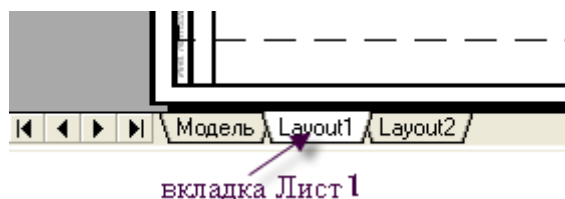
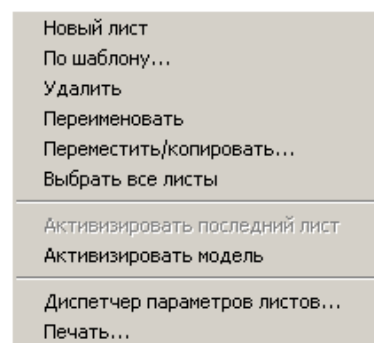
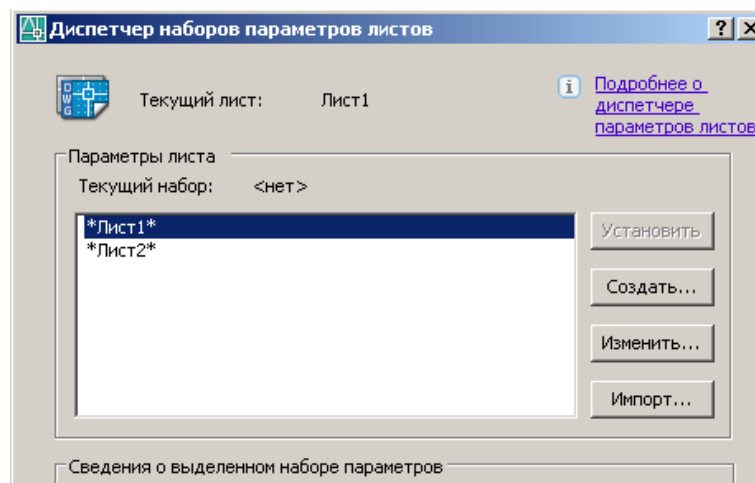

Рис. 3.17. Установка пространства листа
Рис. 3.18. Контекстное меню вкладки **Лист**
Рис.3.19. Диалоговое окно Диспетчер наборов параметров листов
- ✎ Перейдите на вкладку *Layout1* (Лист1) (рис. 3.17). В контекстном меню вкладки **Лист** (рис. 3.18) выберите строчку **Диспетчер параметров листов**. В открывшемся окне нажмите кнопку **Изменить** (рис. 3.19), установите формат листа  $420 \times 297$ .